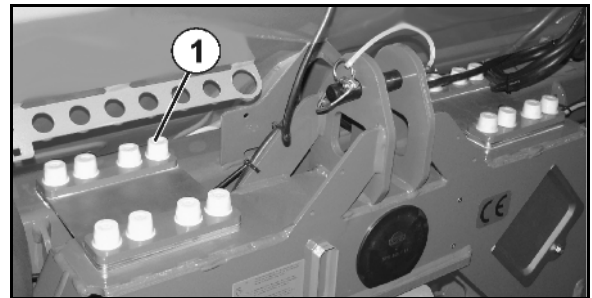

Fig. 93
Begrensningsskruene (Fig. 93/2) skal stilles inn med 2 mm klaring som vist på illustrasjonen.
1. Løsne kontramutteren (Fig. 93/1) løsen
2. Still inn begrensningsskruene (Fig. 93/2)
3. Stram kontramutteren (Fig. 93/1)